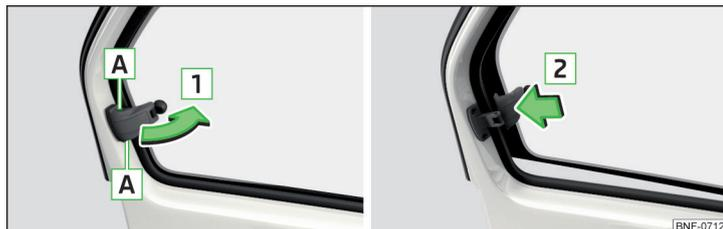

Fig. 35 Ouverture/fermeture de la vitre arrière
- Pour l'**ouverture**, saisissez la sécurité dans l'évidement **A** » fig. 35.